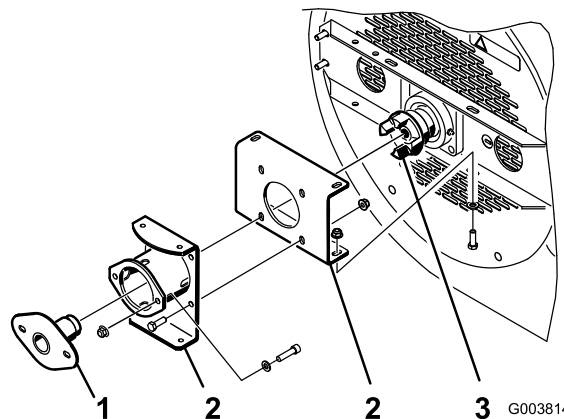

Bild 9
1. Stellen Sie sicher, dass die Befestigungshalterungen am Bläsergehäuse installiert sind, die Schrauben und Muttern jedoch lose sind (Bild 9).
2. Setzen Sie das Werkzeug zum Ausrichten der Lager durch die Befestigungshalterungen in die Lüfterkupplung ein (Bild 9).